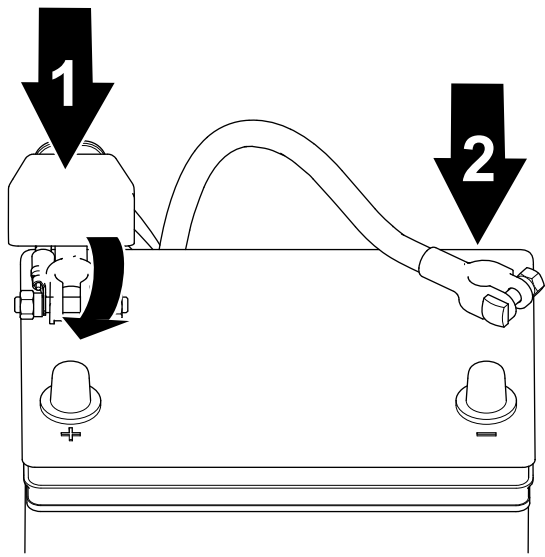

图 39
2. 将正极接线连接到电池，拧紧电池夹螺母（图 39）。
3. 将负极接线连接到电池，拧紧电池夹螺母（图 39）。